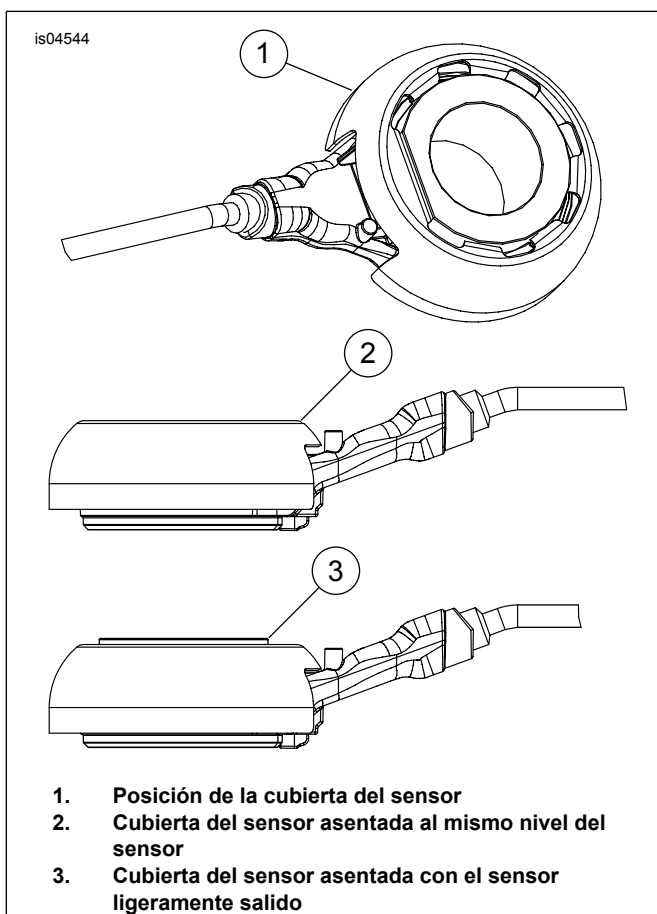

Figura 2. Cubierta del sensor ABS
1. Vea la Figura 2. Coloque la cubierta del sensor ABS (1) en el sensor con la ranura alineada con la conexión del cable. Coloque un bloque de madera en la cubierta y con un mazo suave, golpee para colocar la cubierta en el sensor hasta que la cubierta del sensor esté al mismo nivel (2) del sensor o asentada con el sensor ligeramente salido (3).
3. Aplique una capa delgada de lubricante antiferrador Permatex® al eje (I).
4. Sujete la rueda e inserte el extremo con rosca del eje a través de la pata de la horquilla del lado derecho. Empuje el eje a través de la horquilla, el espaciador externo con forma de hongo (2) y el cubo de la rueda hasta que empiece a salir del lado izquierdo.